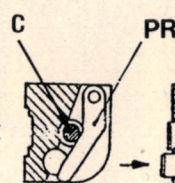
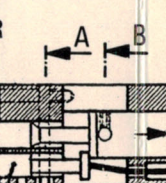
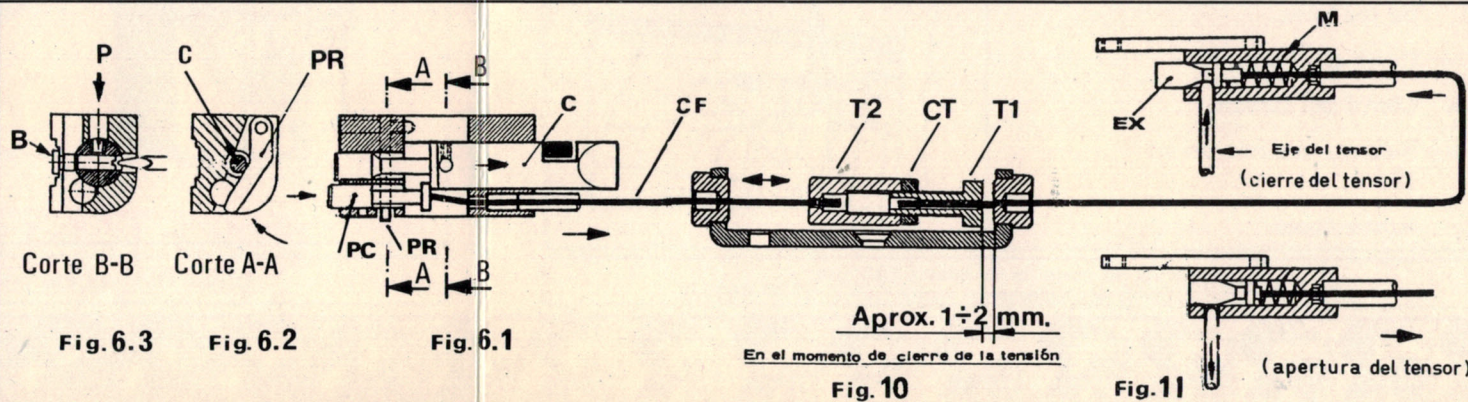
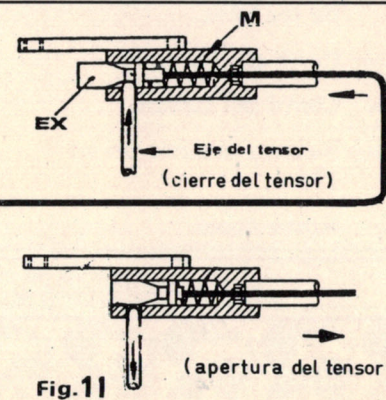

Fig. 6.2
Fig. 6.1
Fig. 10
Fig. 11
La posición más avanzada de **GR** debe coincidir con la posición más avanzada del pasador cilíndrico **PC**, accionado por el cilindro **C**, Fig. 6.1. En esta posición la palanca de retención **RR**, se apoya sobre el diámetro menor del cilindro **C**, Fig. 6.2. En el momento que salta **PR**, el pasador **PC**, está retrocediendo y el cable flexible **CF** transmite su impulso al otro extremo del cable que realiza el cierre del tensor, Fig. 11.
- 2° Enrosque el tornillo **T1** con la tuerca **T2**, Fig. 10 para tensar el cable, comprobando que quede con tensión el muelle **M**, (aprox. 1 mm.) Fig. 11. A continuación apriete la contra-tuerca **CT**, Fig. 10.